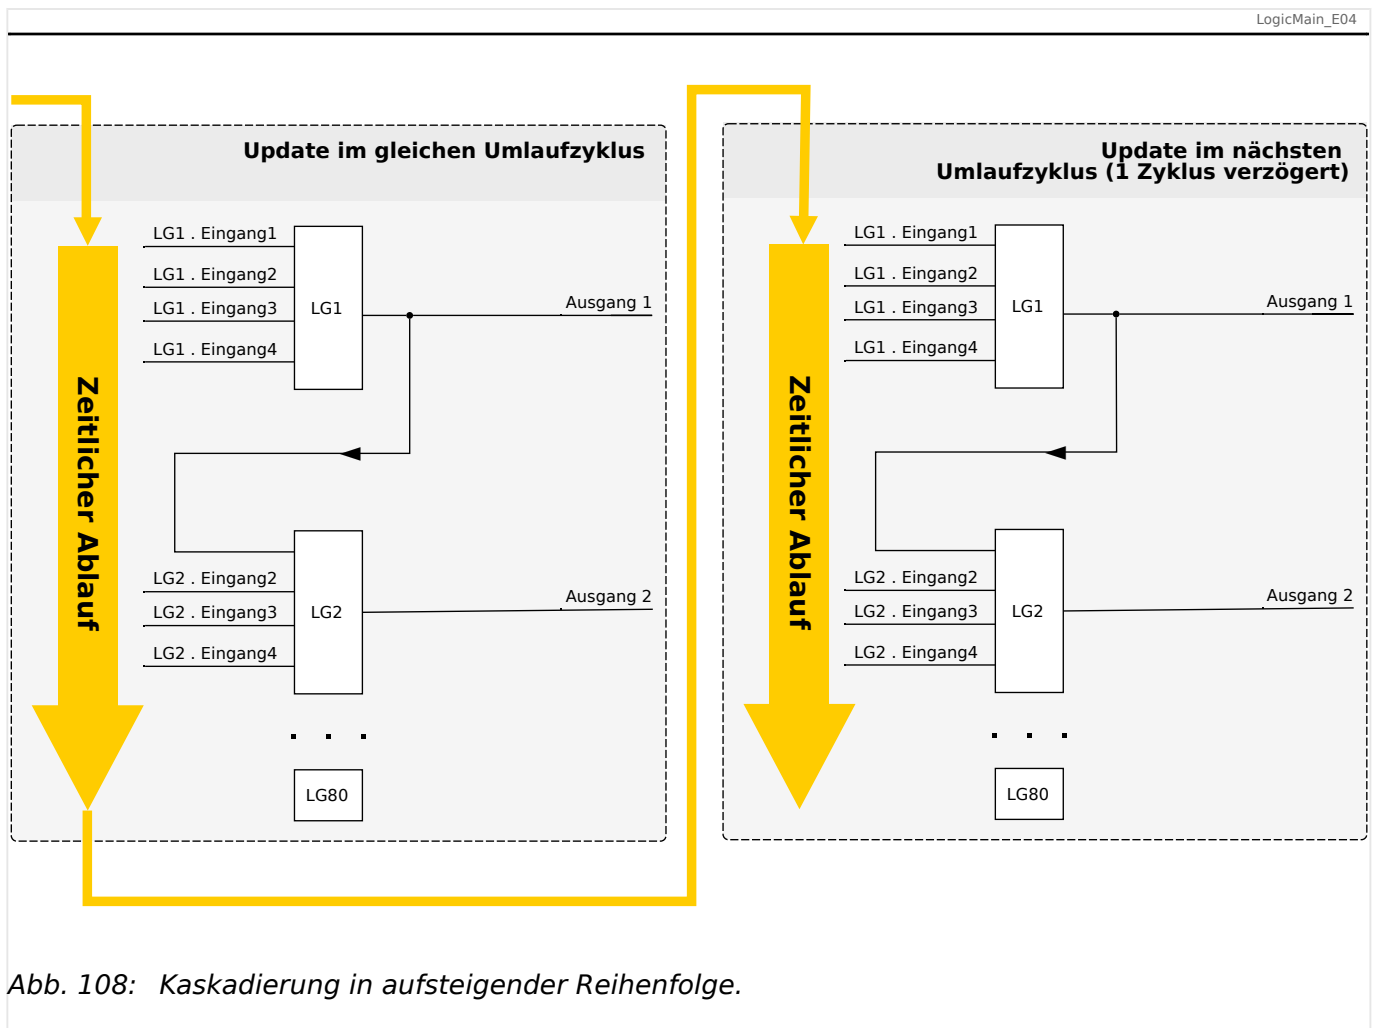
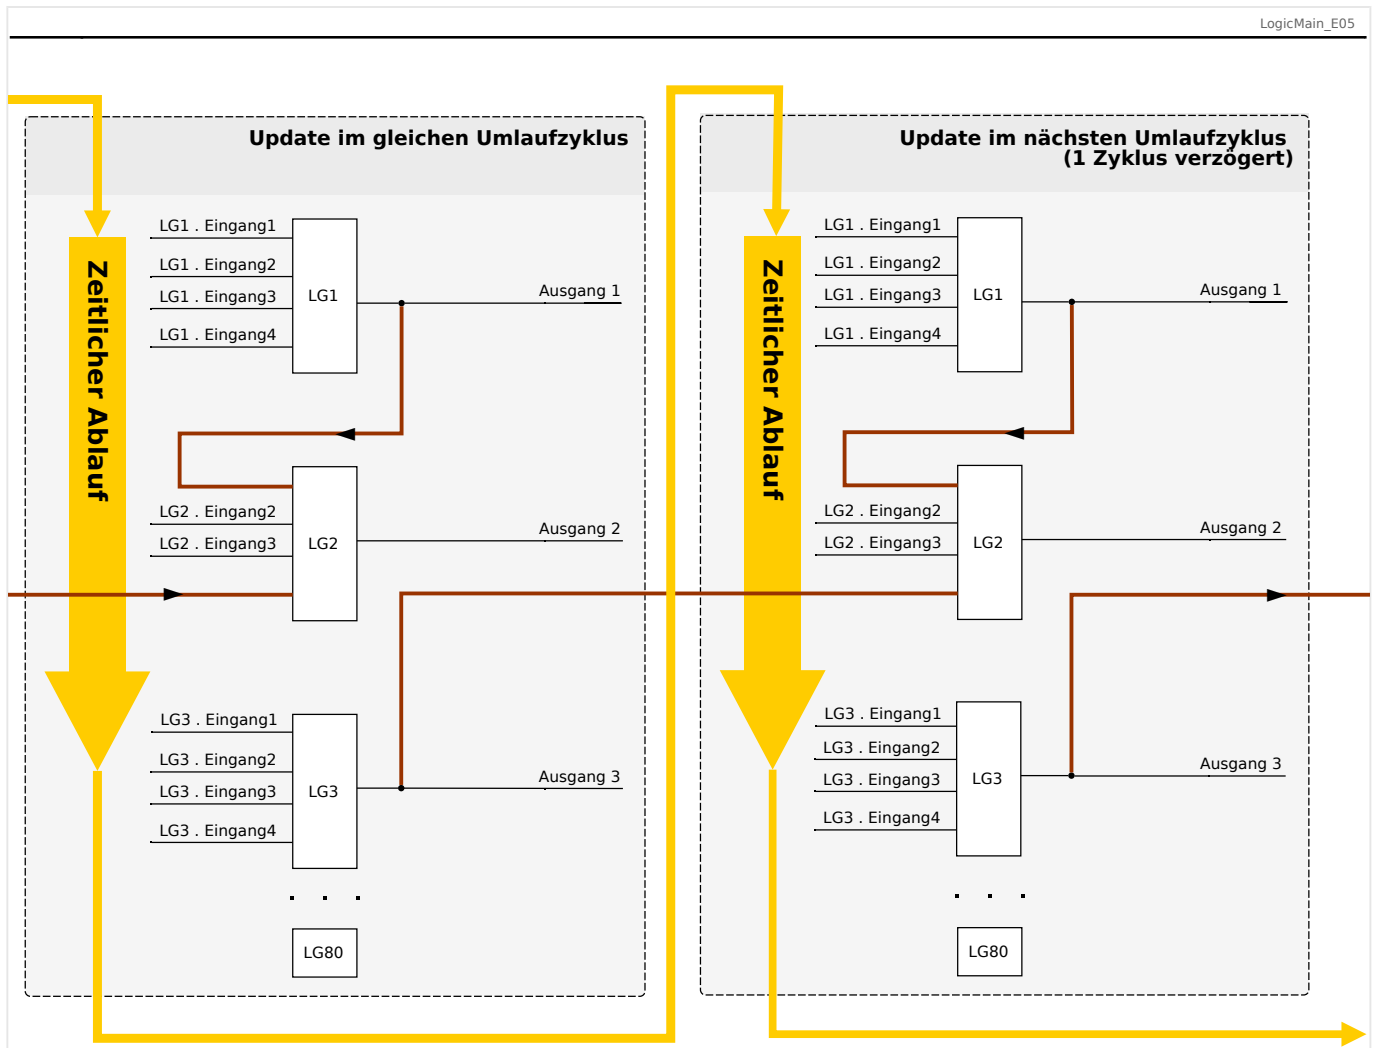

Abb. 108: Kaskadierung in aufsteigender Reihenfolge.
Abb. 109: Kaskadierung in absteigender Reihenfolge.
- Kaskadierung in **aufsteigender** Reihenfolge bedeutet, dass der Ausgang einer Logikgleichung auf den Eingang einer Logikgleichung mit **höherer** Nummer rangiert wird. Das Diagramm  Abb. 108 weiter unten zeigt ein Beispiel, bei dem der Ausgang von LG1 auf einen Eingang von LG2 rangiert wird.
- Kaskadierung in **absteigender** Reihenfolge bedeutet, dass der Ausgang einer Logikgleichung auf den Eingang einer Logikgleichung mit **niedrigerer** Nummer rangiert wird. Das Diagramm  Abb. 109 zeigt ein Beispiel, bei dem der Ausgang von LG3 auf einen Eingang von LG2 rangiert wird.
Bei der Konfiguration des Schutzgerätes bestehen keinerlei Einschränkungen oder Unterschiede zwischen aufsteigender und absteigender Reihenfolge. Da allerdings während der Laufzeit des MRM4 die Logikgleichungen in aufsteigender Reihenfolge ausgewertet werden, haben die resultierenden Ausgangswerte, die am Eingang der Logikgleichung anstehen, ein unterschiedliches „Alter“, wie in  Abb. 108 und  Abb. 109 veranschaulicht wird.
Das in Abb. 109 gezeigte Beispiel zeigt eine Konfiguration von „Logikgleichung 2“, die den Ausgang von zwei weiteren Logikgleichungen, „Logikgleichung 1“ und „Logikgleichung 3“, als Eingangszustände verwendet. Hierbei ist der Ausgang von „Logikgleichung 1“ in aufsteigender Reihenfolge verwendet, sodass der Wert in jeweils demselben Prozesszyklus ermittelt wird. Der Ausgang von „Logikgleichung 3“ wird in absteigender Reihenfolge verwendet, sodass der Wert in dem jeweils vorherigen Prozesszyklus ermittelt wurde.